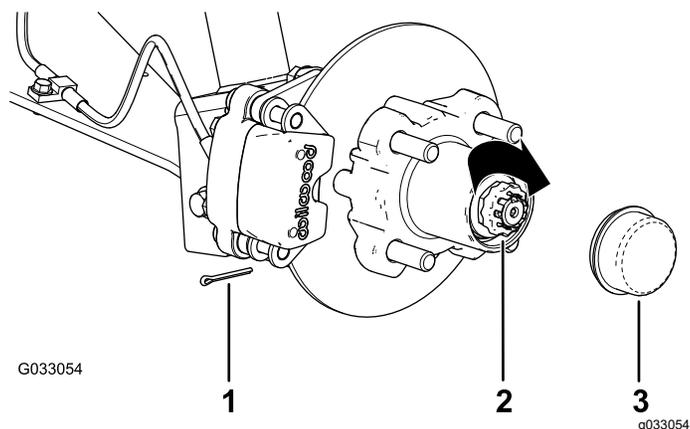

Figura 35
8. Coloque el retén sobre la tuerca y compruebe la alineación de la ranura del retén y el taladro de la chaveta del eje (Figura 35).
9. Instale la chaveta y doble las patas alrededor del retén (Figura 35).
10. Instale el tapón guardapolvo sobre el cubo (Figura 35).